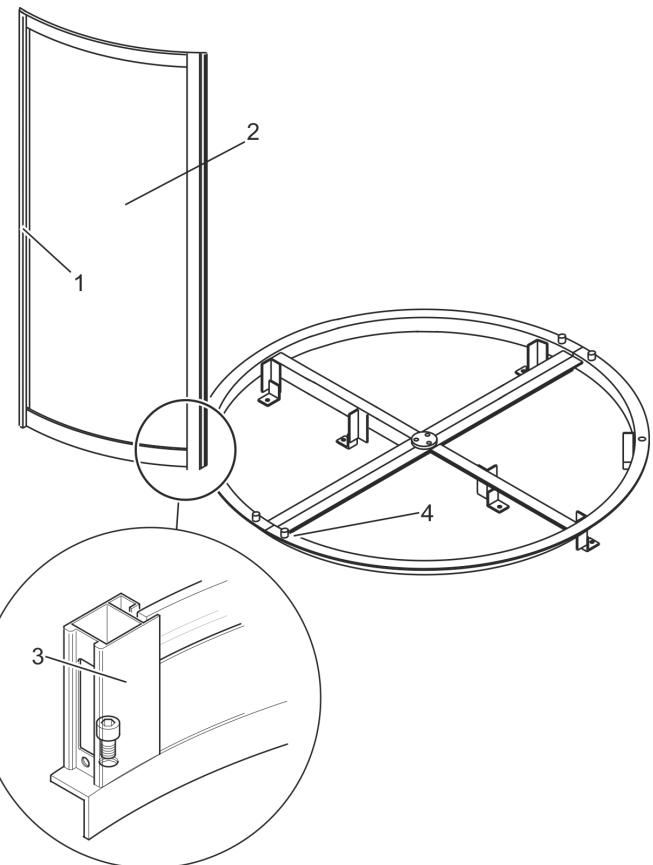

Рис. 35 Сборка сегментов ограждения цилиндрической формы
Проверить расположение сегментов (рис. 35/1) при установке сегментов ограждения цилиндрической формы.
1. Аккуратно установить сегмент ограждения цилиндрической формы (рис. 35/2) на крепежный компонент (рис. 35/4).
Выровнять заднее углубление (рис. 35/3) сегмента ограждения цилиндрической формы с отверстием и затянуть крепление вручную.
3. Равномерно вставить резиновое уплотнение в паз в боковом ограждении цилиндрической формы (рис. 35/1). При необходимости сделать отверстия в резиновом уплотнении для головок винтов.